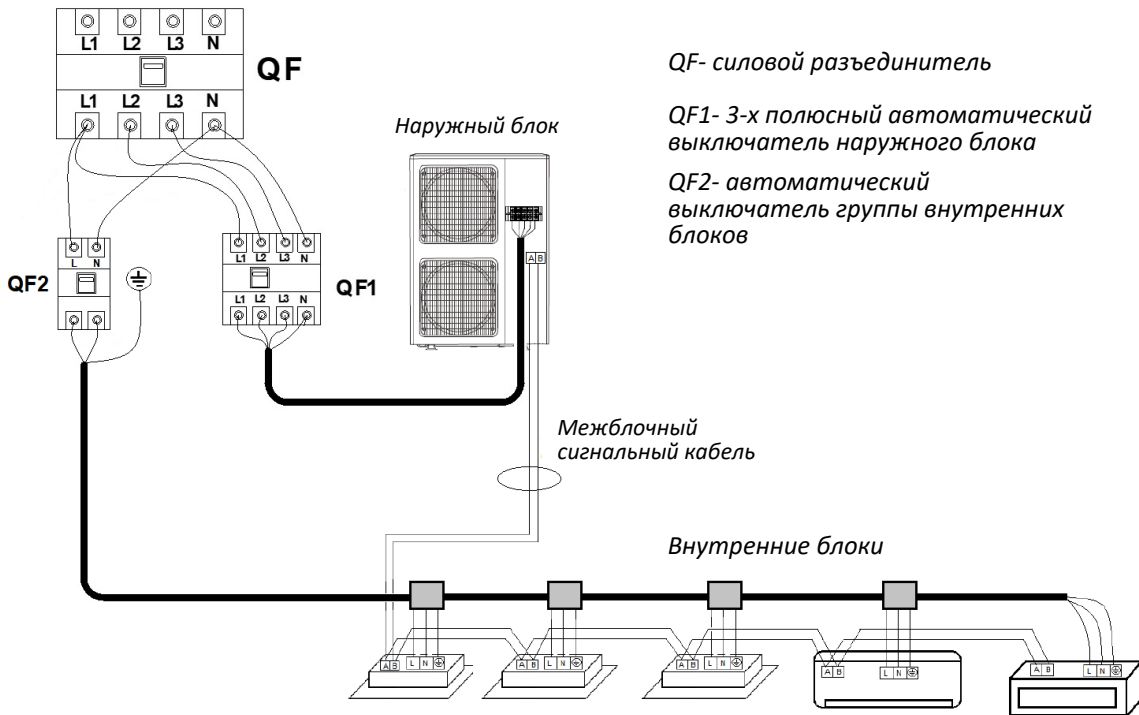

Рис.2.9
- ❖ Схема подключения наружных блоков к сети электропитания $\sim 3/380-415\text{В}/50\text{Гц}$ (рис.2.9)